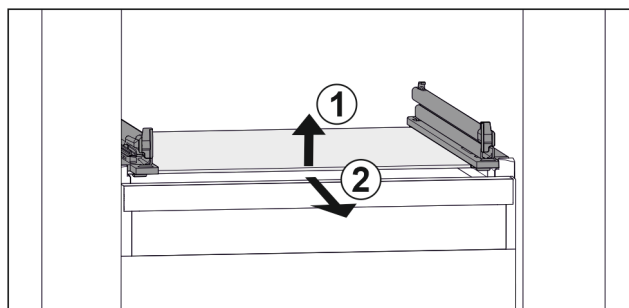

Fig. 97 Rappresentazione esemplificativa del ripiano in vetro
- Sollevare il ripiano in vetro dal davanti. Fig. 97 (1)
- Rimuovere il ripiano in vetro tirando in avanti. Fig. 97 (2)